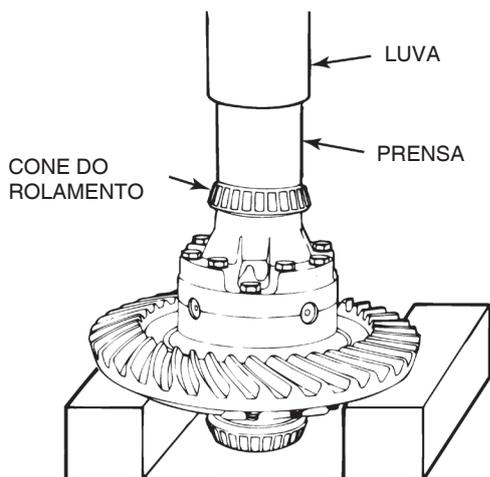

Figura 5.30
1. Se os rolamentos cone na caixa dos satélites foram removidos, instale um novo cone e capa conjuntos do mesmo fabricante. Os rolamentos cone não são intercambiáveis. Use uma prensa e luva para instalar os cones na caixa dos satélites. Prende somente a pista interna do rolamento. Figura 5.30.